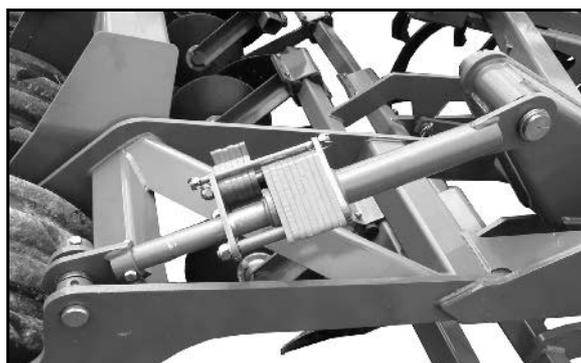

Рис. 49
- регулировочных элементов заднего катка слева и справа (Рис. 49),